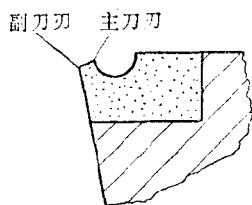
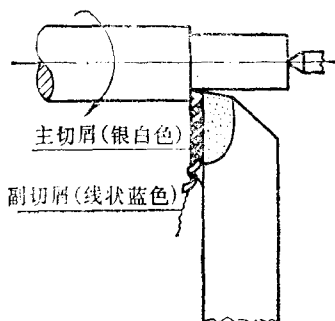

图3 主切削刃磨出负倒棱
图4 主切屑与副切屑同时排出
3) 在主切削刃上用油石背有宽度为0.15~0.20毫米、倾斜角为 -20° 的负倒棱,增加了刀刃强度。实际上主刀刃形成了两个刀刃,即主刀刃和副刀刃(见图3)。切削时,主刀刃切下主切屑。因主刀刃和卷屑槽连接,切屑阻力小,塑性变形也就小,热量低,切屑呈银白色,易于轻快排出。副刀刃在主刀刃的斜下方,与主刀刃同时起切削作用。在切削过程中,负倒棱倾斜角越大,切屑的塑性变形就越大,产生热量就越高。采用倾斜角为 -20° 的负倒棱,可以起到在很小的切屑面积上使切屑软化,形成线状蓝色的副切屑卷附在主切屑中同时排出,并带走粘附在已加工表面上的积屑瘤,提高工件的加工光洁度(见图4)。